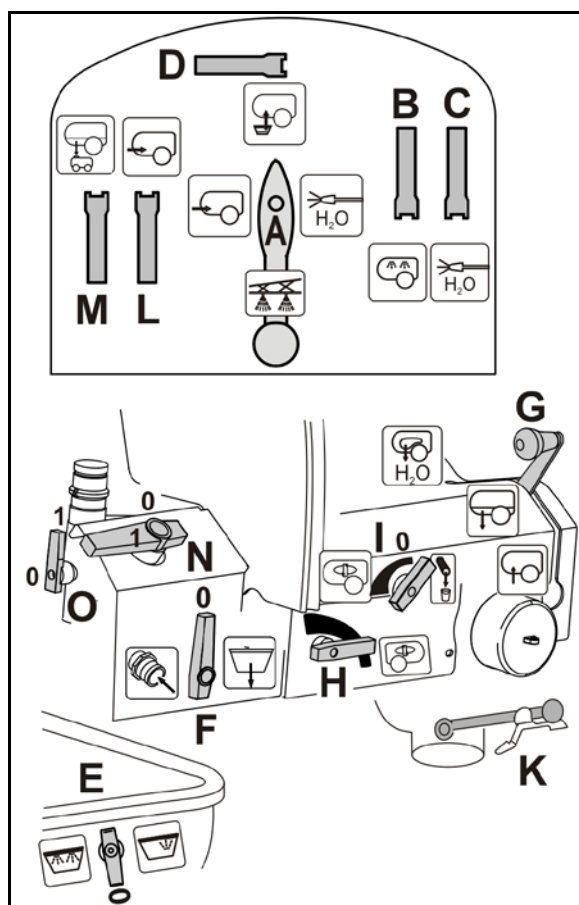

Fig. 149
2. Tag trykfilteret (Fig. 149/1) ud og rengør det med vand.